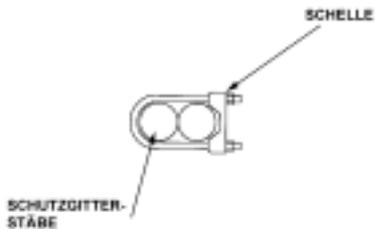
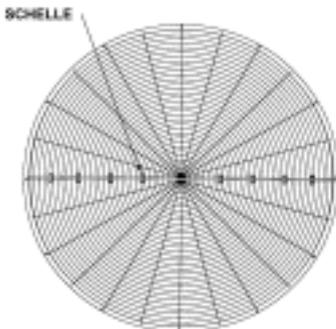

Abb. 24 - Montage der Schellen
Abb. 25 – Anordnung der Schellen
3. Verbinden Sie die beiden Gitter-Hälften mit Schellen (Abb. 24). An jeder Seite sind vier Schellen anzubringen. Verteilen Sie die Schellen gleichmäßig auf dem Radius des Schutzgitters (Abb. 25).
3. Verbinden Sie die beiden Gitter-Hälften mit Schellen (Abb. 24). An jeder Seite sind vier Schellen anzubringen. Verteilen Sie die Schellen gleichmäßig, wie in Abb. 25 gezeigt.